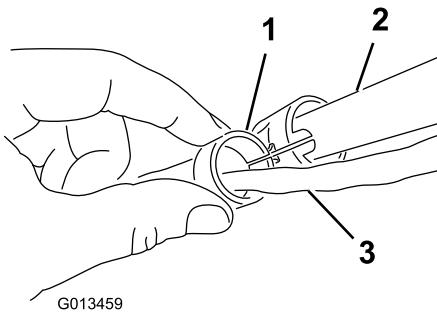

Рисунок 2
- Присоедините направляющую шнура к рукоятке (Рисунок 2).